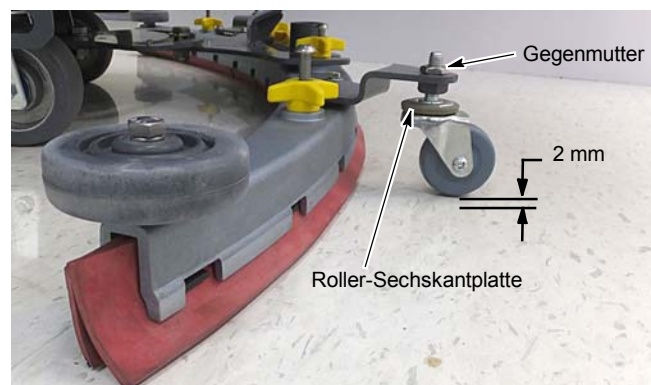

ABB. 8
5. Um die Gummidurchbiegung anzupassen, lösen Sie die Gegenmutter und drehen Sie die Roller-Sechskantplatte, bis es einen Abstand von 2 mm zwischen dem Roller und dem Boden gibt. Ziehen Sie die Gegenmutter wieder an und wiederholen Sie diesen Schritt für die anderen Rollen (Abbildung 8).